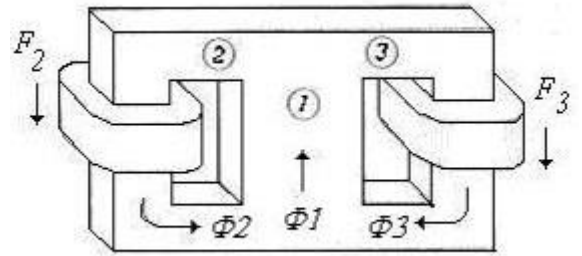

Fig. 7
8.-El mismo núcleo de *acero colado* del problema 6, bobinas idénticas de 500 vts. en las extremidades exteriores con el sentido del bobinado que se muestra en la Fig. 7. De nuevo  $\phi_3 = 0,173$  mWb. Halle las corrientes en las bobinas.